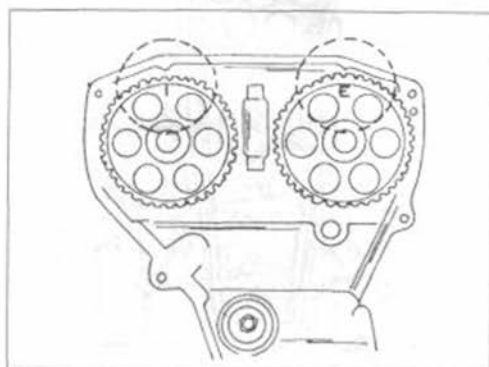

Рис. 69.
- Провернуть шестерни распределительного вала, пока они не попадут в указанное на рис. 69 положение, т. е. соответствующие положения должны занять буквы I и E.